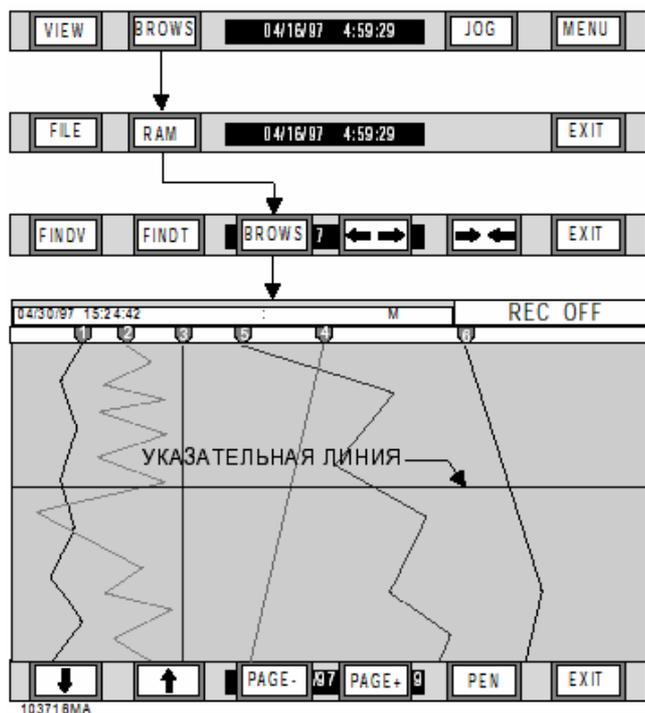

Рис. 3-3 Диаграмма хода поиска
4. Клавиша BROWS ("Поиск") - Клавиша **BROWS** отображается только в режимах, где возможен поиск, т.е. в режимах полного отображения построения кривых и состояниях тревоги. Первая строка меню на рис. 3-3 вызывает функцию поиска.
б. Поиск в памяти (RAM) - Без вмешательства в регистрацию реального времени Вы через поиск в памяти можете наблюдать измеряемые величины, отображенные ранее установленными в данное время на запись каналами. Клавиша **RAM** отображает панель клавиш "Поиск", показанную на рис. 3-3 третьей. На экране появляется указатель, который может передвигаться с помощью клавиш-стрелок ↑ (ВВЕРХ) и ↓ (ВНИЗ). Единичное нажатие клавиши смещает его на одну измеряемую величину; длительное нажатие на 10 измеряемых величин.